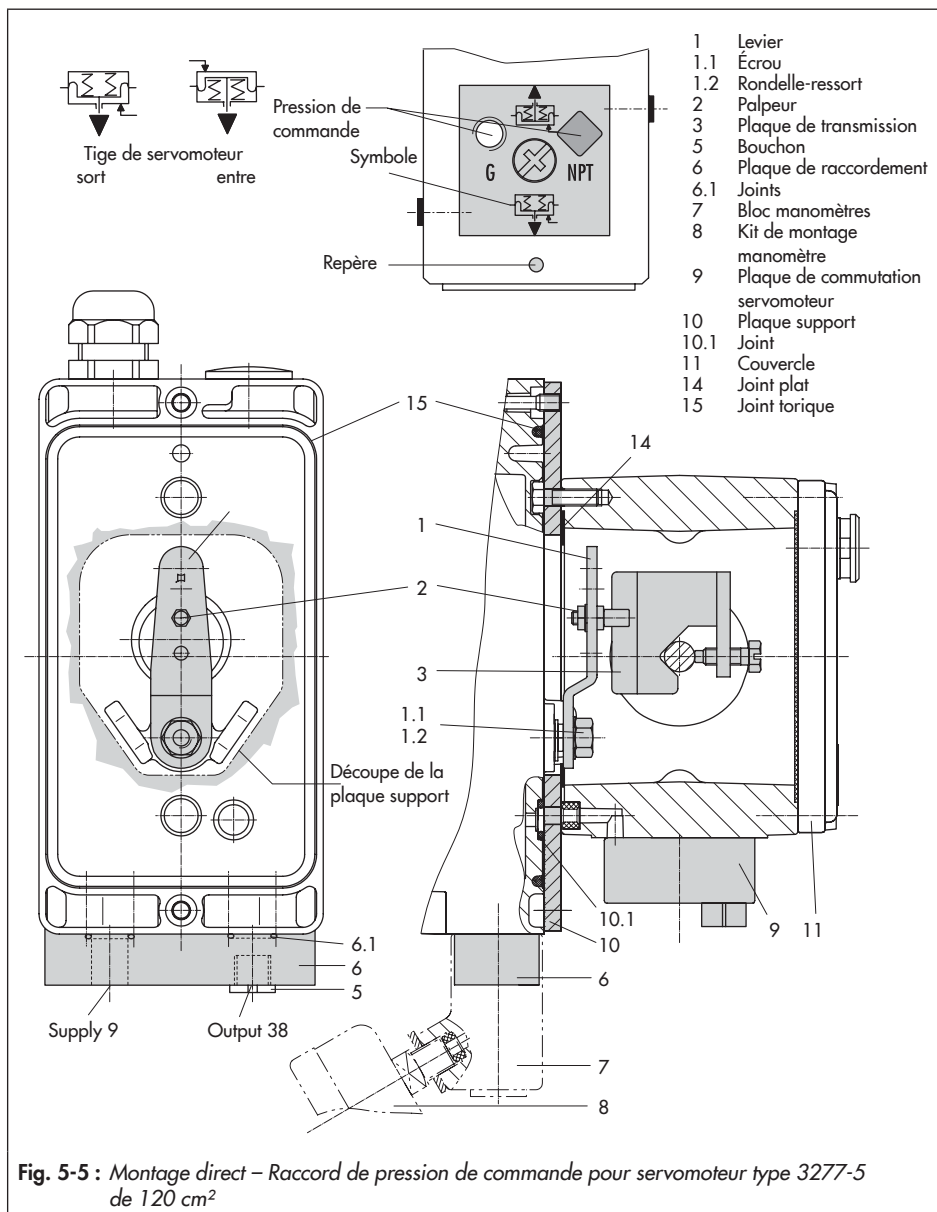

Fig. 5-5 : Montage direct – Raccord de pression de commande pour servomoteur type 3277-5 de 120 cm²
Servomoteur de 120 cm² (cf. Fig. 5-5)
6. Fixer la plaque support (10) sur le servomoteur de sorte que la partie étroite de la découpe (Fig. 5-5, à gauche) soit orientée vers les raccords pneumatiques du positionneur et que le joint plat (14) collé se trouve du côté de l'arcade.
7. **Course de 15 mm** : Le palpeur (2) reste en position 35 sur le levier M (1) placé à l'arrière du positionneur (réglage d'usine).